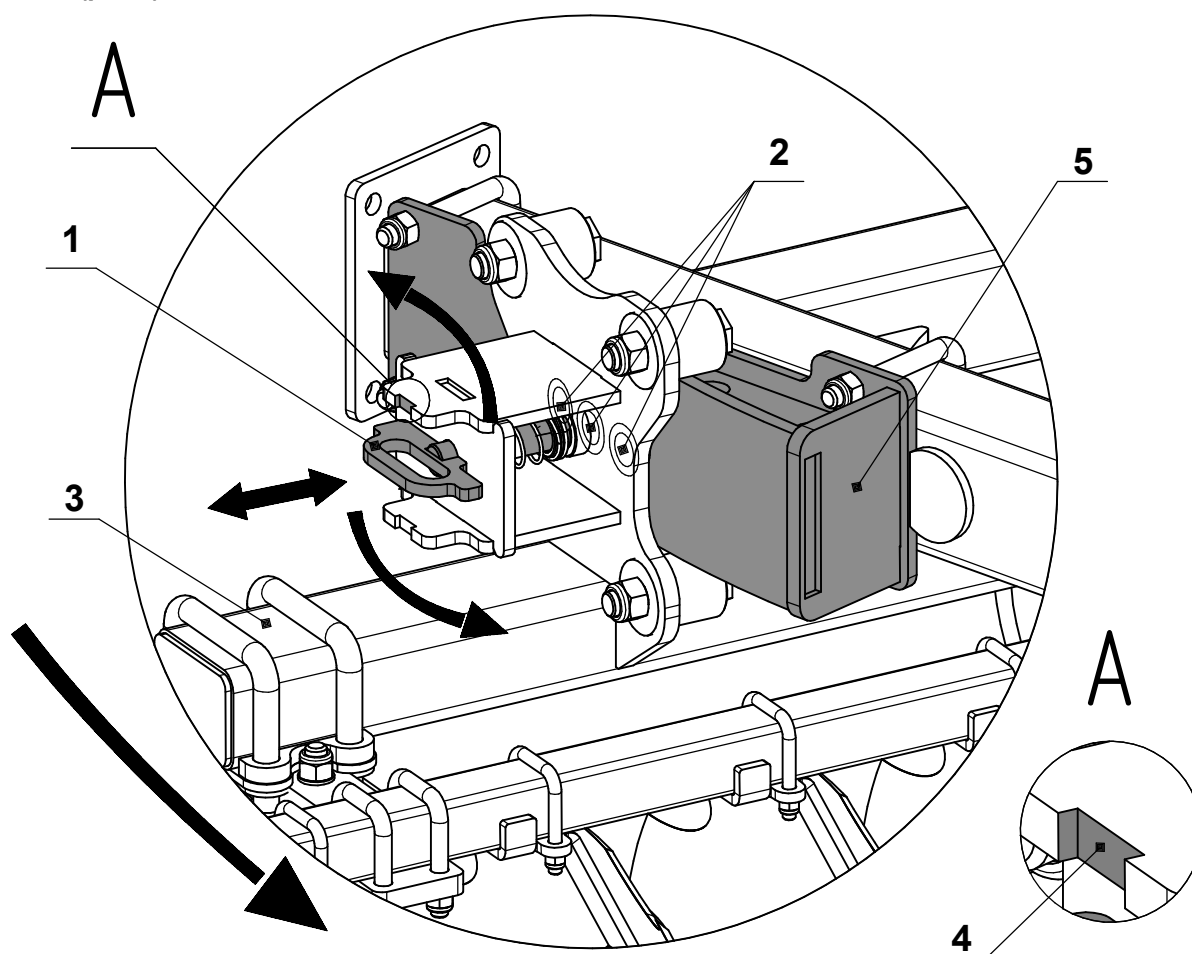

Рис.4-Регулировка углов атаки дисковых батарей борны тяжелой дисковой "TORNADO -7000"
Угол дисковой батареи устанавливается путем поворота балки **поз.3 (рис.4)** и установки пальца с рукояткой **поз.1 (рис.4)** в нужное отверстие (расположенны с шагом 3 градуса), соответствующие необходимому углу, в кронштейнах регулировки угла **поз.2 (рис.4)**, расположенных по бокам рамы и крыльев агрегата с левой и правой стороны.
Регулировка углов атаки дисковых батарей осуществляется с помощью пальца с рукояткой **поз.1 (рис.4)**
Для регулировки по обеим сторонам крыльев и рамы предусмотрены кронштейны регулировки угла атаки **поз.5 (рис.4)** с 3-мя отверстиями **поз.2 (рис.4)**
1. Оттяните палец с рукояткой **поз.1 (рис.4)** и поверните, зафиксировав в пазу **4 (рис.4)**.
2. Поверните балку **поз.3 (рис.4)** до необходимого угла (1-ый ряд 15°, 18°, 21°; 2-ой ряд 12°, 15°, 18°)
3. Оттяните палец с рукояткой **поз.1 (рис.4)**, расфиксируйте из паза **4 (рис.4)** и поверните, зафиксировав в отверстии, соответствующему необходимому углу, которое расположено в кронштейне угла атаки **поз.2 (рис.4)**.